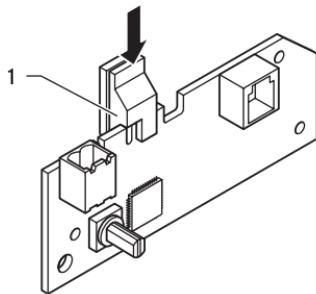

Afb. 4.2 Buskoppelaarprintplaat inbouwen
- Schuif de printplaat (1) met de clip in de uitsparing (2) van de schakelkast.
- Sluit de busleiding (3) aan de bijgeleverde aansluitklem (4) aan.
- Steek de aansluitklem (4) van de busleiding in de aansluiting (5) op de buskoppelaarprintplaat.
- Bouw de buskoppelaarprintplaat conform afb. 4.2 in de schakelkast in.